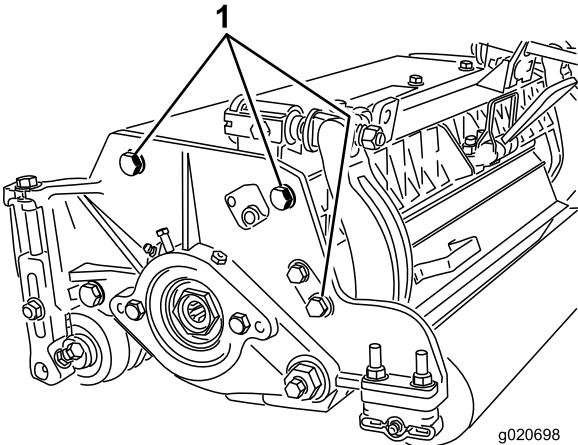

Figura 16
3. Rimuovete i (2) dadi che fissano ogni staffa del rullo e ogni distanziale a ciascuna flangia di montaggio della piastra laterale.
**Nota:** La posizione del rullo posteriore rispetto al cilindro è controllata dalle tolleranze di fabbricazione dei componenti assemblati; pertanto, il parallelismo non è necessario. Un livello di regolazione minimo è possibile regolando l'apparato di taglio su un piano di riscontro e allentando le viti di montaggio a testa cilindrica della piastra laterale (Figura 16). Regolate e stringete le viti a testa cilindrica. Serrate le viti a testa cilindrica a 37–45 N·m.